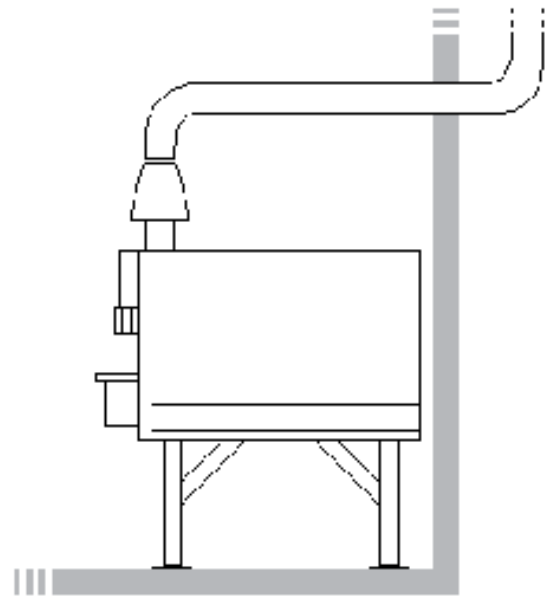

FIG N. 1
1) **Натуральная вытяжка:** подключение к дымоходу с естественной тягой, работающему эффективно благодаря антиветровым соединениям, с выбросом продуктов сгорания наружу. (смотри рис. fig. N.1).